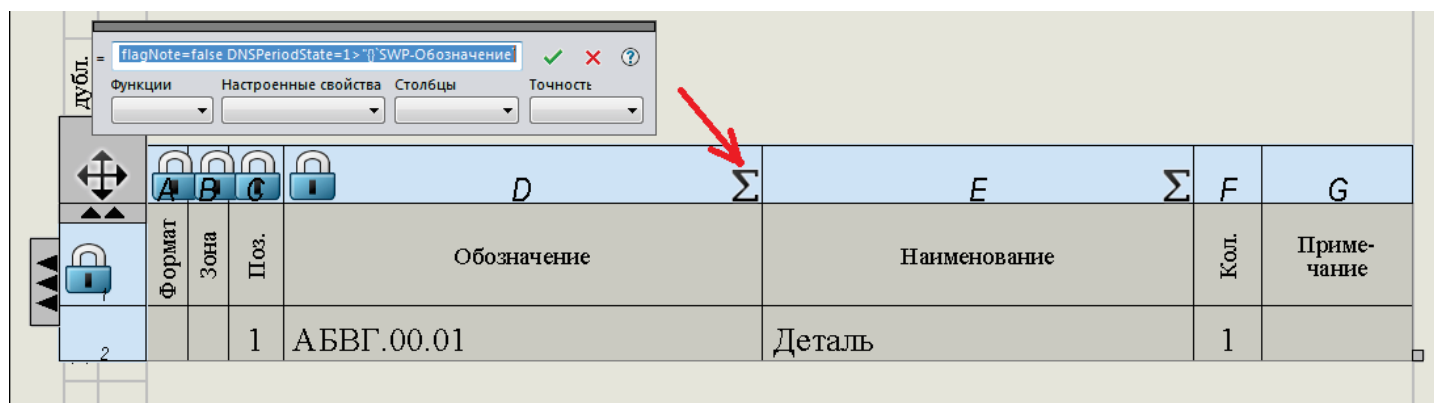

Рис. 67 – Вызов окна для изменения заголовка столбца
6. Нажмите на значок Σ (рис. 67).